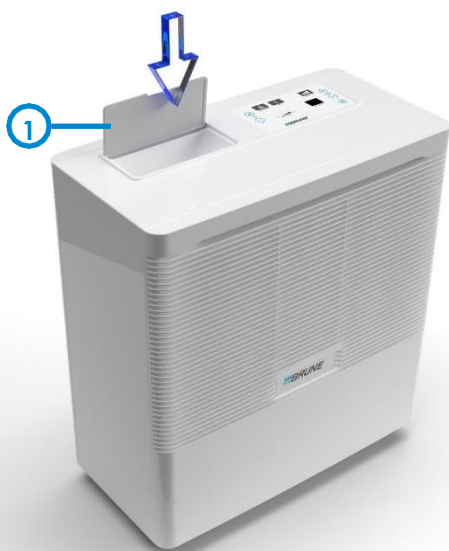

Abb. 3.2.2: Wassertank füllen
1. Einfüllklappe öffnen (Abb. 3.2.2/1).